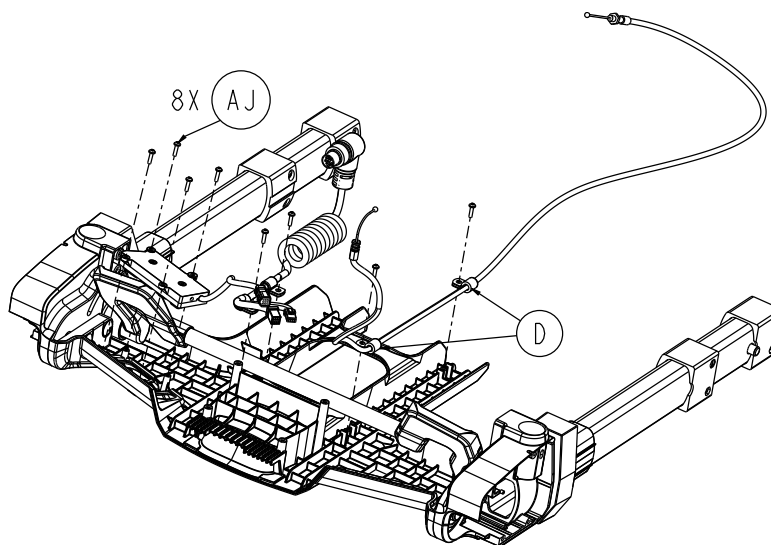

Figure 25 –
17. À l'aide d'une clé Torx T10, retirer les vis de taraudage à tête ronde à embase (AJ) de la section pieds. Retirer ensuite les serre-câbles (D) du câble de déblocage manuel (Figure 25). Conserver les serre-câbles et les vis.